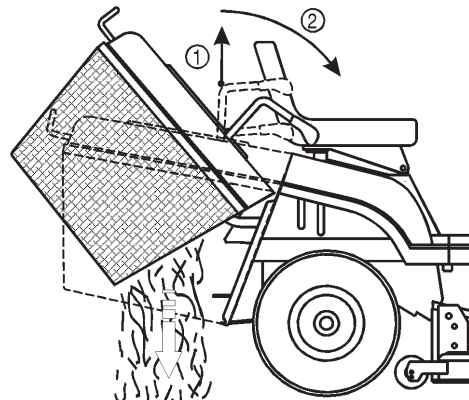

Figure 16
2. Sortez le levier de vidage télescopique et poussez-le en avant et vers le bas pour vider le bac à herbe (Fig. 16).